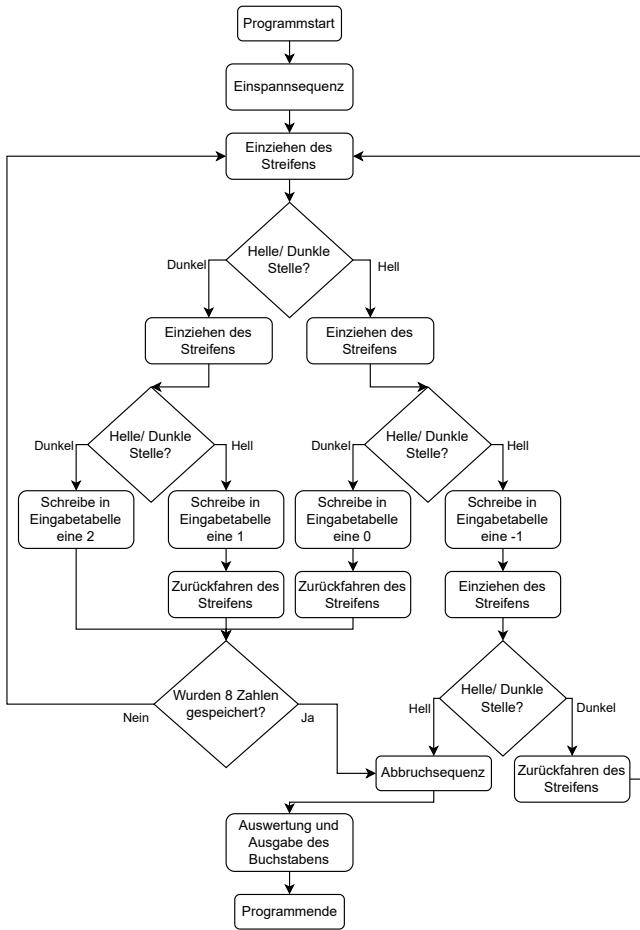

Abbildung 6. Programmablaufplan des El-Mo-Apparates (Version 2)
3) Programmierung: Der Programmablaufplan des El-Mo-Apparats ist in Abbildung 6 dargestellt. Das Grundkonzept der zweiten Version besteht darin, dass der Morsecode-Streifen immer um eine bestimmte Strecke eingezogen wird. Daraufhin überprüft der Lichtsensor, ob sich unter diesem ein heller oder dunkler Abschnitt befindet. Um dies mit höchster Präzision zu gewährleisten, ist am Anfang des Programms eine Einspannungssequenz erforderlich. Der Morsecode-Streifen wird so